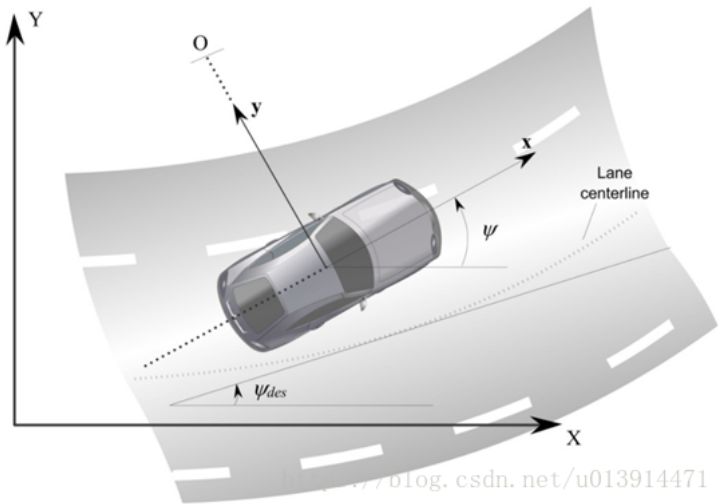

图1 车辆模型
1. 不考虑车辆在Z轴方向的运动, 只考虑XY水平面的运动, 如图1所示;